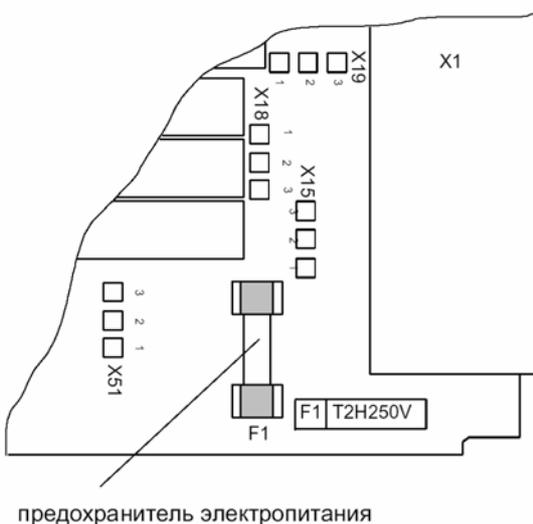

Рисунок 7.2 Предохранитель электропитания
- Удалить неисправный предохранитель из держателя (Рис. 7.2).